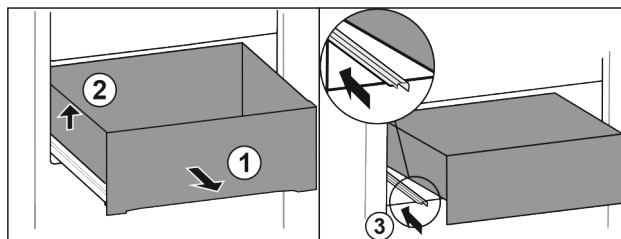

Fig. 90
- ▶ A fiókot ütközésig húzza ki. Fig. 90 (1)
- ▶ Emelje meg a fiók bal oldalát. Fig. 90 (2)
- ▶ Tolja be a bal oldali sínt. Fig. 90 (3)